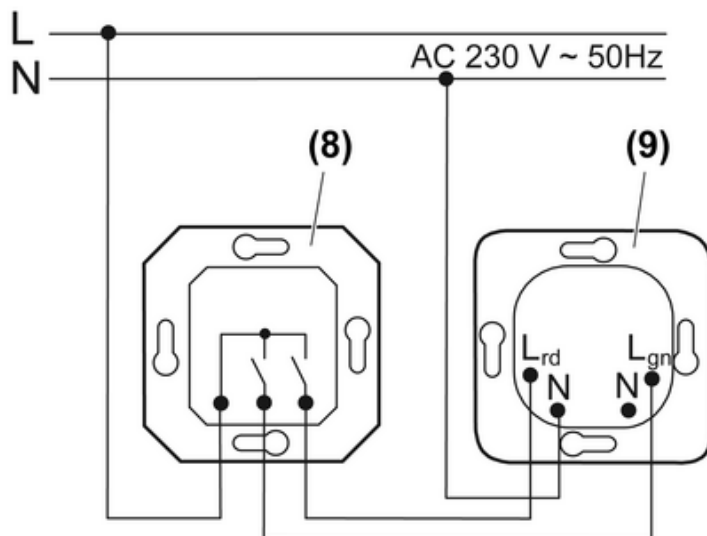

Figure 3: Exemple de raccordement pour lampe de signalisation
- Raccorder la lampe de signalisation conformément à l'exemple de raccordement (figure 3). Au lieu du commutateur multiple (8), qui permet de commuter les deux couleurs séparément, il est également possible d'utiliser un commutateur inverseur qui provoque seulement l'inversion des deux couleurs.